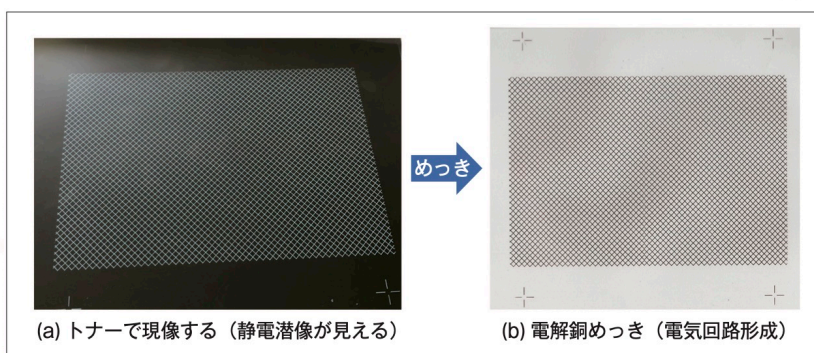

図3 電気印刷のプロセス（トナー現像と無電解銅めっき）
電気印刷法で印刷した静電潜像をこのトナーで現像し、無電解めっきで銅をめっきすると電気回路ができる(図3(a)(b))。この方法には①3D曲面に電気回路ができる、②10 μ mの細線の回路ができるなどの利点がある。